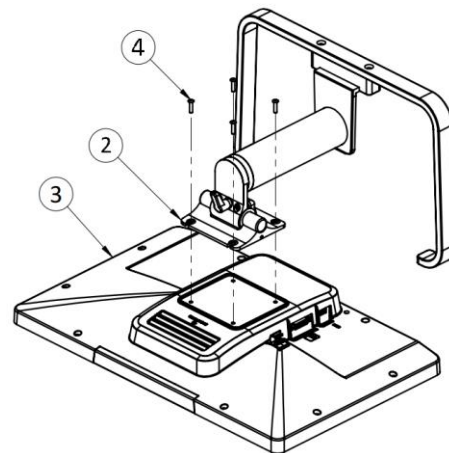

Fig. 3-5 Ajuste del monitor
Luego, tomar el monitor (3) en posición horizontal, colocar el módulo (2) sobre el monitor apoyando su cara de fijación VESA en el rebaje correspondiente. El aro del módulo (2) debe estar orientado hacia la cara inferior del monitor (3). Fijar con cuatro tornillos (4). Ajustar manualmente hasta dejar fijo (Fig. 3-5).